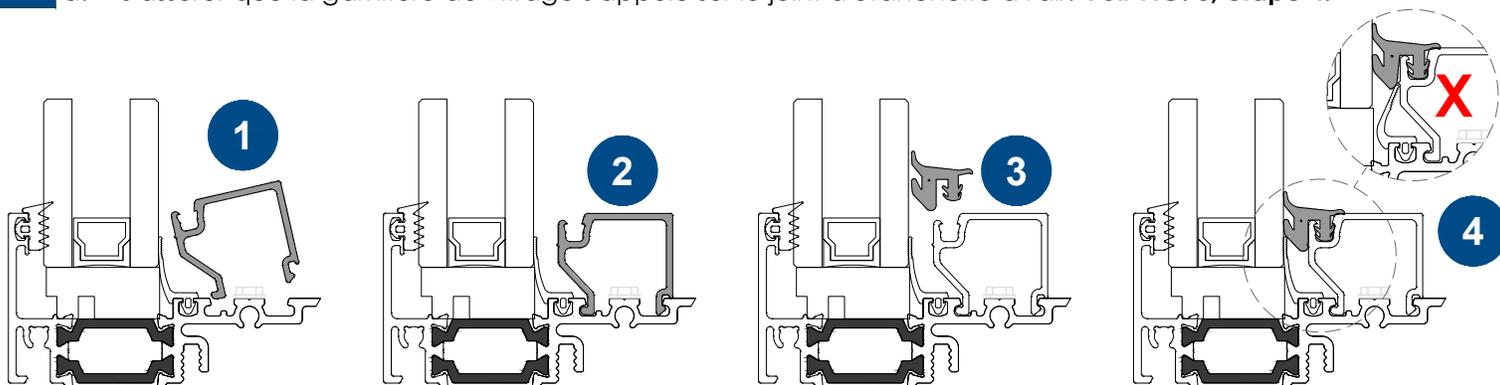

FIG. 3
- a. Réinstaller les parcloles en commençant par les parcloles horizontales. **Voir FIG. 3, étapes 1 et 2.**
- c. Insérer la garniture de vitrage en commençant à une extrémité et répéter l'opération tous les 16 po [406 mm]. S'assurer que l'autre extrémité de la garniture est insérée avant de dérouler le reste de la garniture. **Voir FIG. 3, étape 3.**
- d. S'assurer que la garniture de vitrage s'appuie sur le joint d'étanchéité à l'air. **Voir FIG. 3, étape 4.**